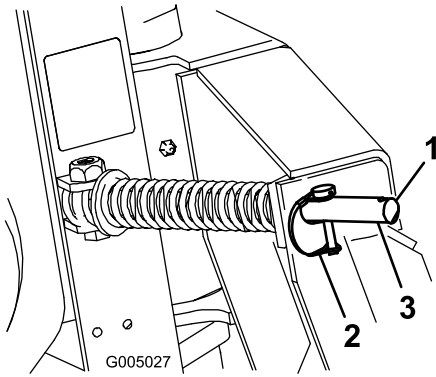

图 6
1. 将保险销移动到弹簧杆外部的孔中让犁从一侧移到另一侧图 6。
1. 将保险销移动到弹簧杆的内孔中以防止左右移动图 6。